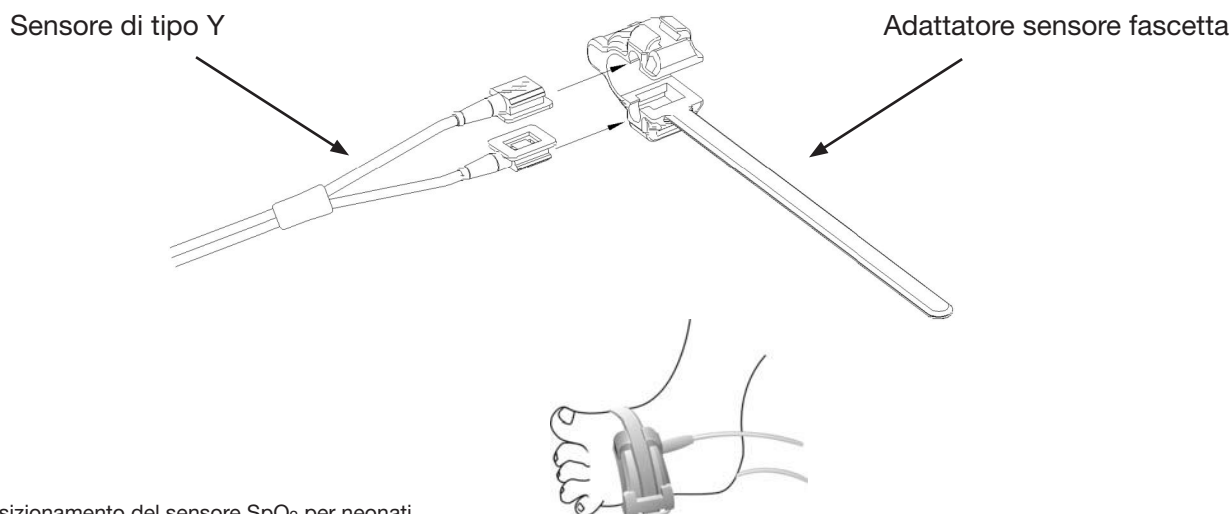

Figura 3.7 Posizionamento del sensore SpO₂ per neonati
3. Se si usa il sensore SpO₂ per neonati seguire la figura 3.7 per il collegamento